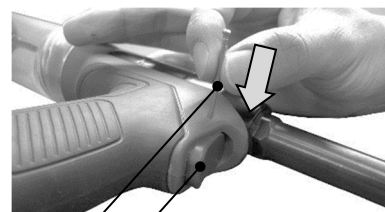

図 7-9
- 1) $\phi 2.0$ 以下のピン或いはピンパンチとハンマーを使い、トリガーピンをツール右方向より 叩き出してください。(図 7-9)